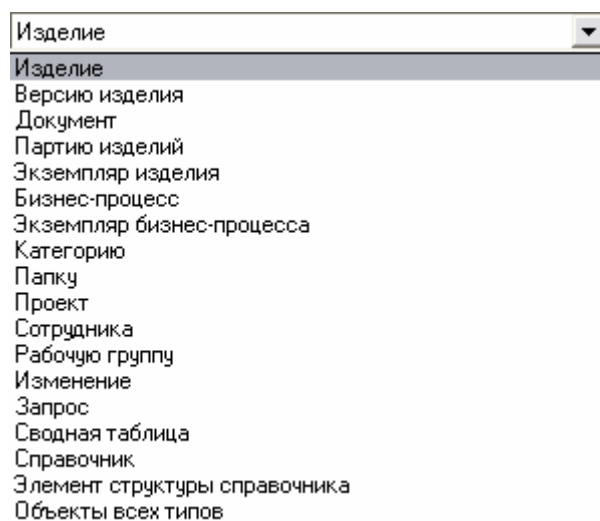

Рис. 235
- **Найти** – выбор наименования объекта БД, который Вы хотите найти, из выпадающего списка (Рис. 235).